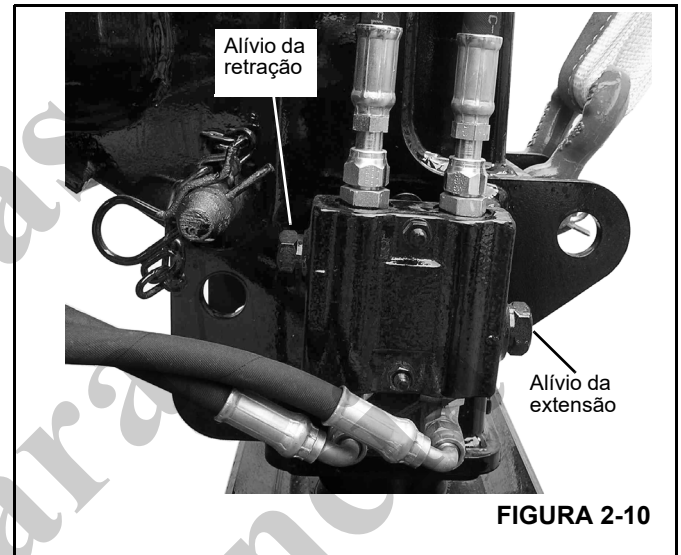

FIGURA 2-10
1. Desconecte as linhas de extensão e retração do estabilizador frontal (Figura 2-10). Tampe a linha de retração e instale um manômetro na linha de extensão.